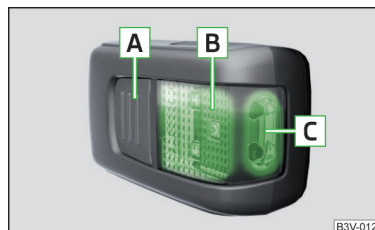

Fig. 137
Description de la lampe » fig. 137
- Pour **allumer** la lampe sortie, appuyez sur la touche **[A]** » fig. 137. En appuyant de nouveau, la lampe **s'éteint**.
Si vous n'éteignez pas la lampe et que celle-ci est correctement insérée dans son support, les LED dans la partie avant **[C]** » fig. 137 de la lampe s'éteignent automatiquement.